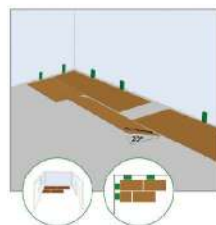

Рисунок 10
11. Далее продолжается формирование второго ряда без торцевого (по короткой стороне) защелкивания при помощи следующей доски (см. рис. 10).